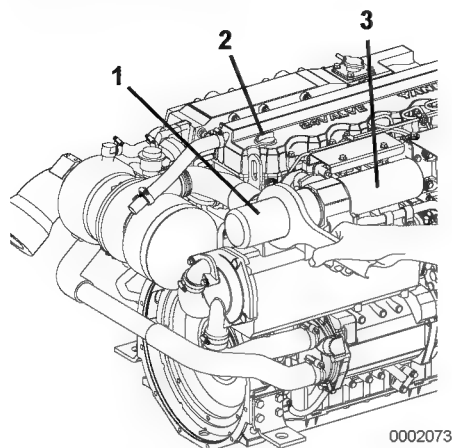

Figure 2
Pour faciliter la purge, enlevez le bouchon de remplissage d'huile (Figure 2, (2)) (jaune) au sommet du couvre culbuteur. Éliminez l'huile usagée de façon appropriée. **REMARQUE: Soyez TOUJOURS respectueux envers l'environnement.**
3. Retirez le filtre à huile moteur (Figure 2, (1)) à l'aide d'une clé à filtre (tournez-la dans le sens contraire des aiguilles d'une montre).